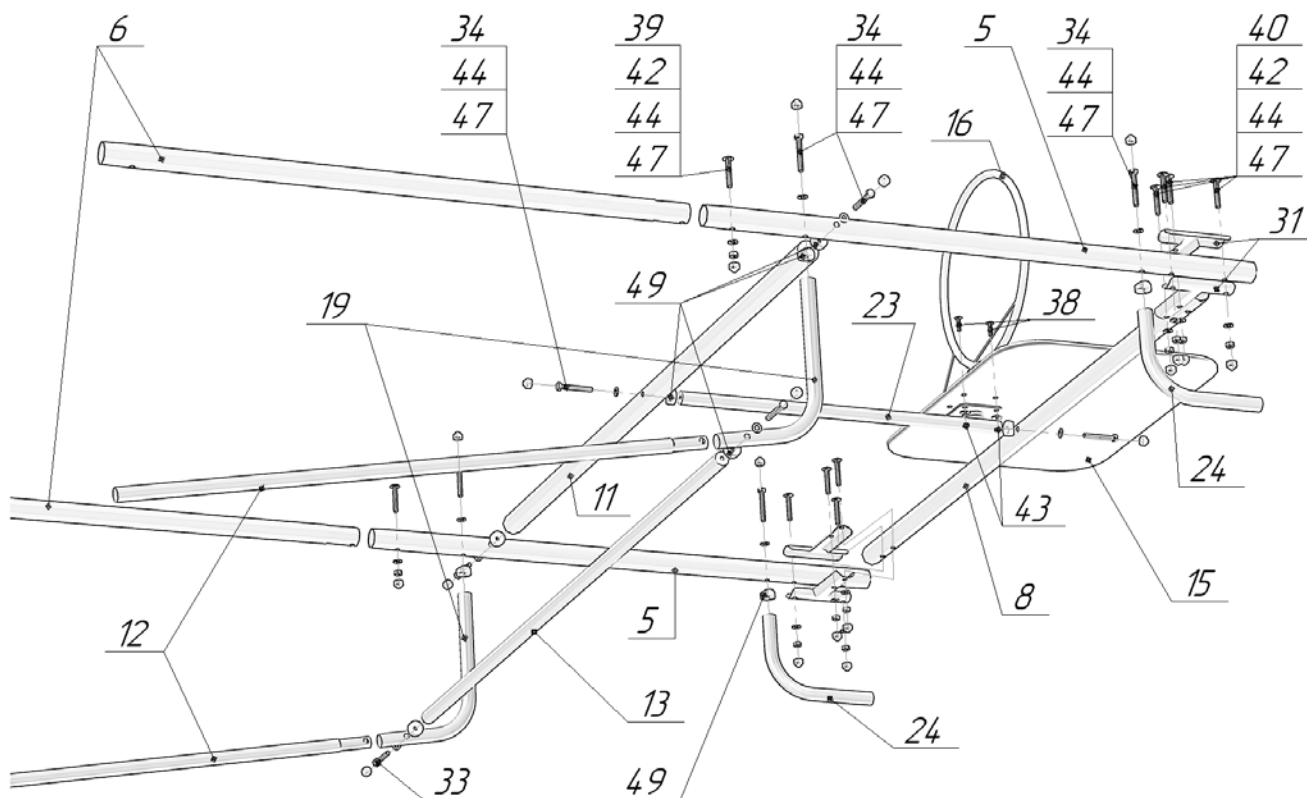

Рис.6 – Схема сборки створа ворот.
5.4. Сборка створа ворот представлена на рис. 6.